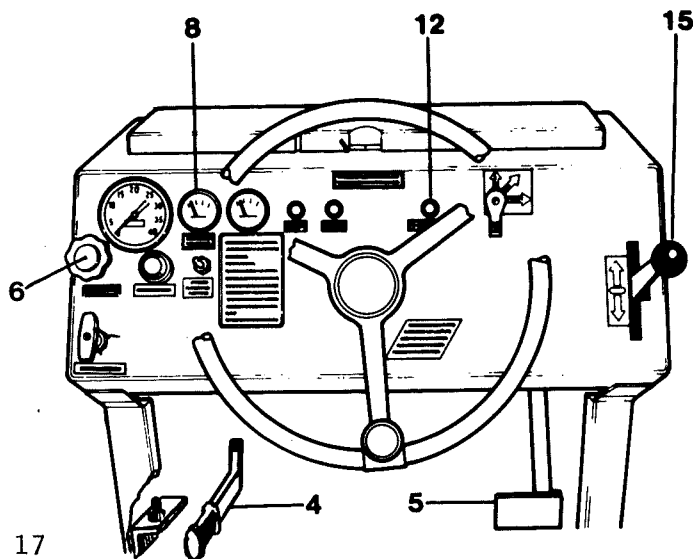

Fig 17
- 4 Lossa parkeringsbromsen (2), genom att föra spaken framåt-nedåt. Varningslampan (12), fig 17, för parkeringsbromsen ska slockna.
- 5 För fram/backreglaget (15) i önskad färdriktning. Reglera hastigheten med reglaget. Med reglaget i läge NEUTRAL stannar välten.
- 6 Kontrollera under körningen att mätarna visar normala värden och att varningslamporna inte tänds. Max hydrauloljetemp (8) 82°C (ca 185°F).
- 7 Kontrollera att fotbromsen (5) fungerar. (Se skötselinstruktionen.)